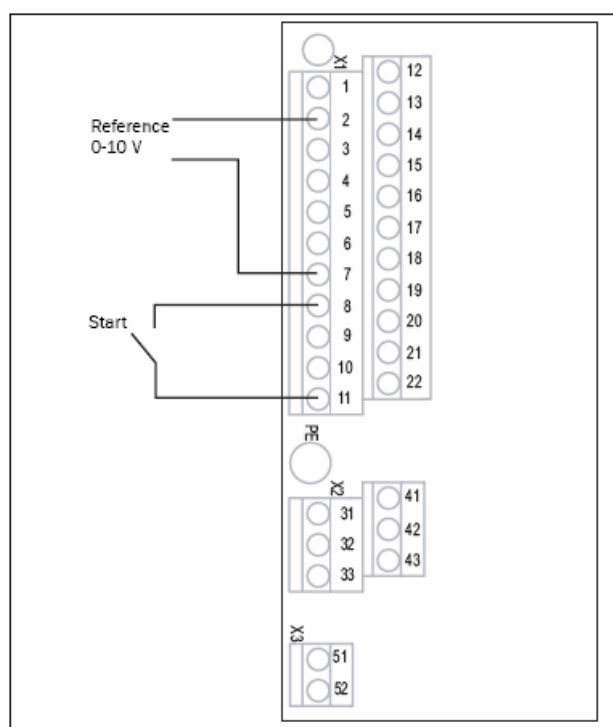

图 26 接线
3. 在端口 7（公共端）和端口 2（AnIn1）之间设置某个参考值，如图 26 所示。
4. 在端口 11（+24V）和端口 8（DigIn1，运行）之间设置外部启动按钮，如图 26 所示。
13. 如图 26 所示连接数字和模拟的输入/输出。